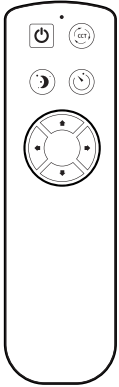

Рис.2. Функции пульта дистанционного управления
- 3.9. Светильники с индексом R комплектуются пультами дистанционного управления. Назначение кнопок пульта приведено на Рис.2.